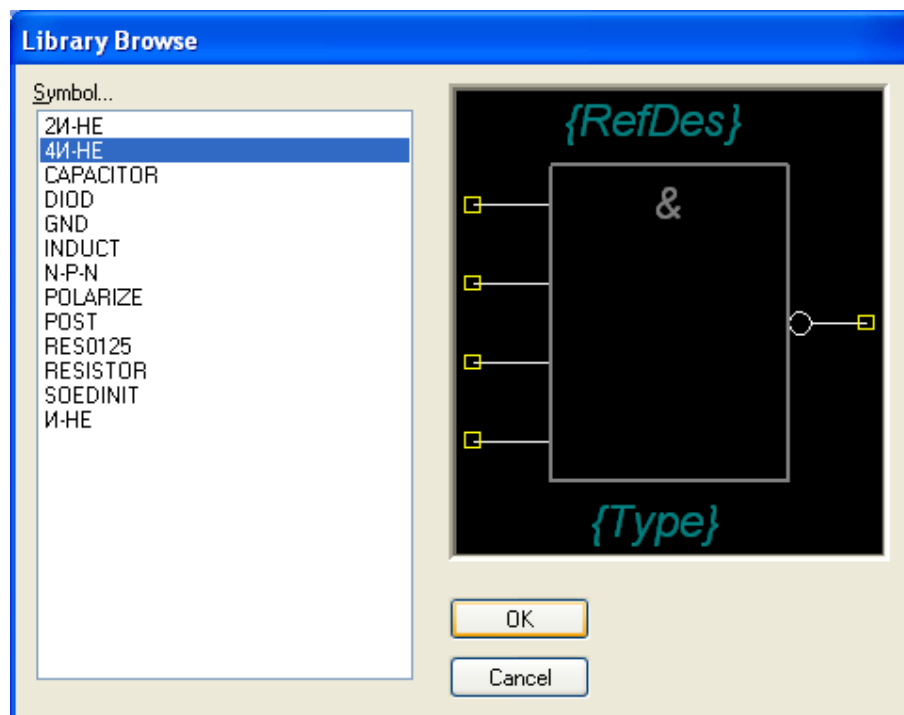

Рисунок 3.7 - Выбор символа 4И-НЕ
- Выбрать в списке символов **4И-НЕ** (рис. 3.7) и нажать кнопку **OK**.